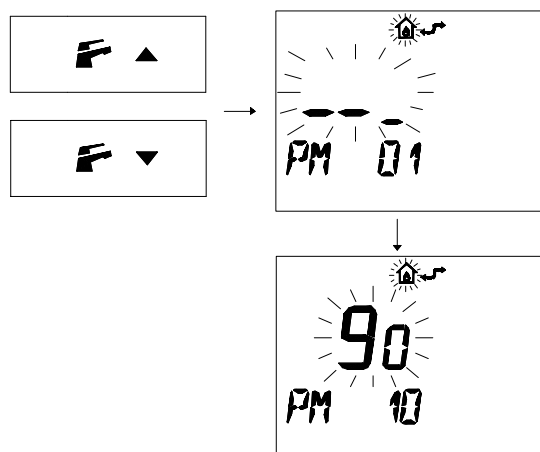

Figura 5.52
- Premere i pulsanti **F** ▼ o **F** ▲ per visualizzare la programmazione "PM10" selezione della frequenza di accensione (Figura 5.52).
Nella Figura 5.52 si visualizza un SET programmato di **90** corrispondente ad un tempo di riaccensione di 3 minuti circa.